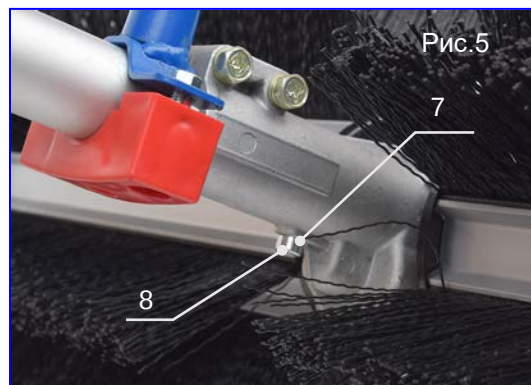

Рис.5
- Вставьте редуктор в штангу, крепежное отверстие на штанге должно совпасть с отверстием на редукторе (поз.7, рис.5)
- Вставьте винт (поз.8, рис.5) в отверстие (поз.7, рис.5) и затяните его.